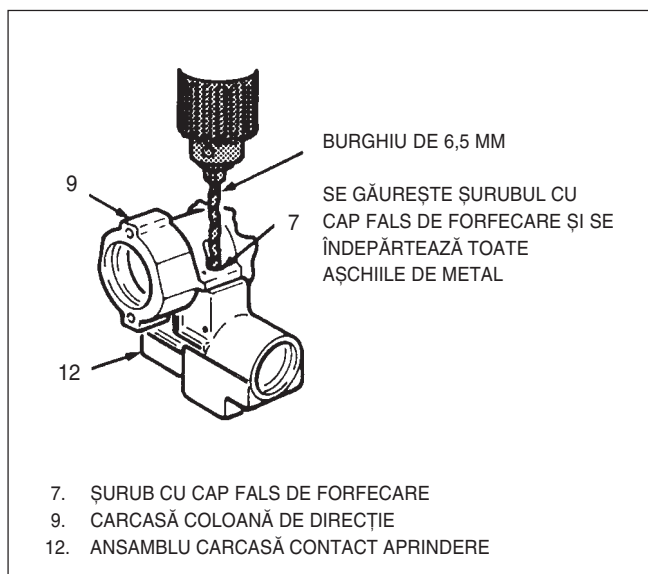

Fig. 9 Demontare șurub cu cap fals de forfecare
- 3) Bucșa de centrare (11) de la capătul inferior al arborelui de direcție (15), dacă nu a fost demontat anterior.
- 4) Arcul (2) din capătul superior al arborelui de direcție.
- 5) Șaiba (3).
- 6) Șurubul cu cap imbus (4).
- 7) Ansamblul carcasă comutator semnalizare direcție (5).
- 9) Ansamblul arbore de direcție (15) pe la capătul inferior al ansamblului manta (10).
- 10) Șurubul cu cap fals de forfecare (7), șaiba șurubului cu cap fals de forfecare (8) și carcasa contact aprindere (12) după cum urmează:
- Se găuresc capetele șuruburilor cu cap fals de forfecare (7) mai adânc față de șaibele (8) cu un burghiu de 6,5 mm (Vezi Fig 9).
- Se separă șaibele (8) și carcasa (12) de carcasa coloanei (9).
- Se scot capetele filetate ale șuruburilor cu cap fals de forfecare (7) din carcasa (12) cu un clește cu blocare.